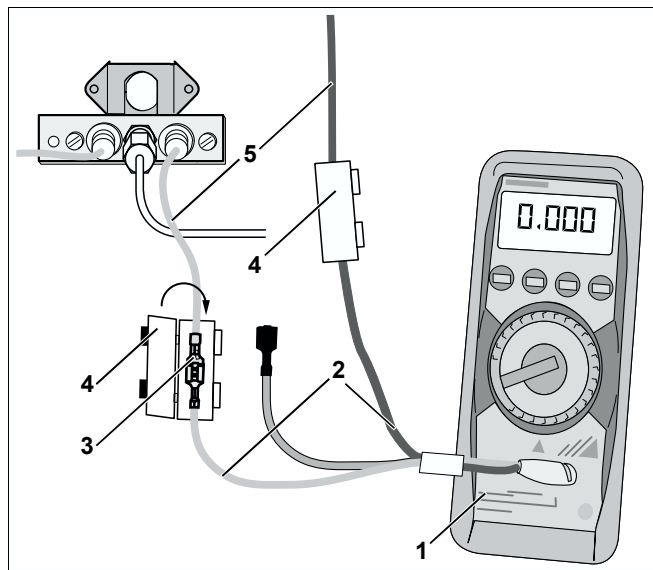

Рис. 12 Измерение тока ионизации
- Измерительный прибор (рис. 12, **поз. 1**) последовательно соединить с контактами снятого штекерного соединения контрольного кабеля (рис. 12, **поз. 3**).
- Установить контактный предохранитель (рис. 12, **поз. 4**) на штекерное соединение.
- Выбрать на измерительном приборе (рис. 12, **поз. 1**) диапазон постоянного тока в μA .
- Вновь восстановить штекерное соединение контрольного кабеля (рис. 12, **поз. 3**).
- Установить контактный предохранитель (рис. 12, **поз. 4**) на контрольный кабель (рис. 12, **поз. 5**).